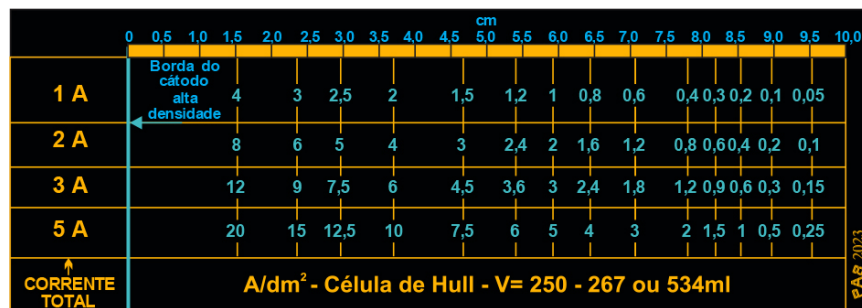

Figura 4 - Escala para Célula de Hull V = 250 - (267 ou 534ml) com distâncias de 0-10 cm - Desenho autoral.
É comum o uso de uma escala contendo alguns valores arredondados da tabela acima com densidade de corrente para diferentes regiões do cátodo, permitindo a rápida visualização dos resultados obtidos no ensaio com a Célula de Hull, conforme a figura 4.
Observe que os valores indicados na escala da figura 4 são teóricos de acordo com a equação de Hull (2); para os ensaios na Célula de Hull dependem da precisão no ajuste da corrente no retificador usado, logo, pequenas alterações devem ser consideradas dependendo do tipo de equipamento para cada eletrólito ensaiado.